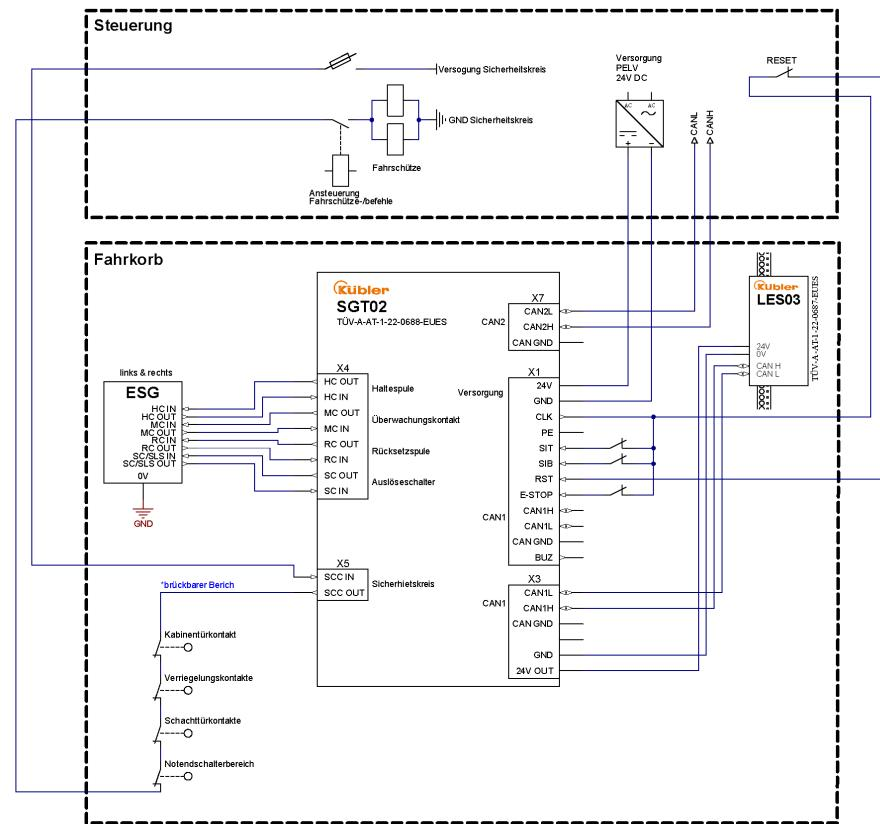

Abb. 2: Beispiel mit Rückstellung (Reset) der elektromechanischen Fangvorrichtungen (ESG).
- Varianten mit Rückstelleinrichtung (8.SGT02.x1xx.xxxx) sind beide Stecker X4 (HC, MC, RC und SC) entsprechend Abbildung 2 [▶ 17] anzuschließen.